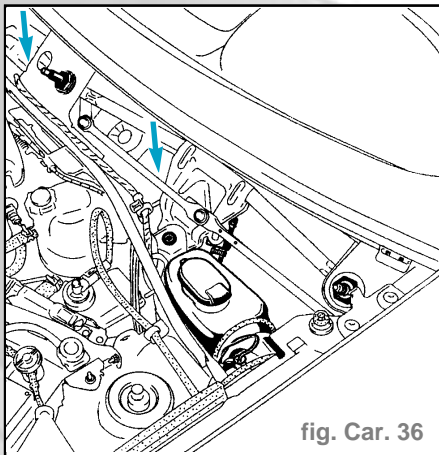

fig. Car. 36
- la vis de fixation du boîtier répartiteur (fig. Car. 36).